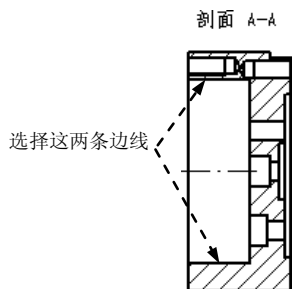
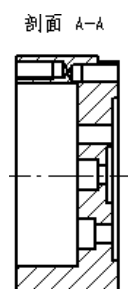

图 10.3.17 标注中心线 1
图 10.3.18 编辑中心线
- (1) 单击  选项卡  区域中的  命令，系统弹出“中心线”命令条。
- (2) 在“放置选项”下拉列表中选择  选项，然后选择图 10.3.17 所示的两条边线，结果如图 10.3.17 所示。
- (3) 编辑中心线。单击图 10.3.17 所示的中心线，然后拖动黑色的小点到合适的位置，结果如图 10.3.18 所示。